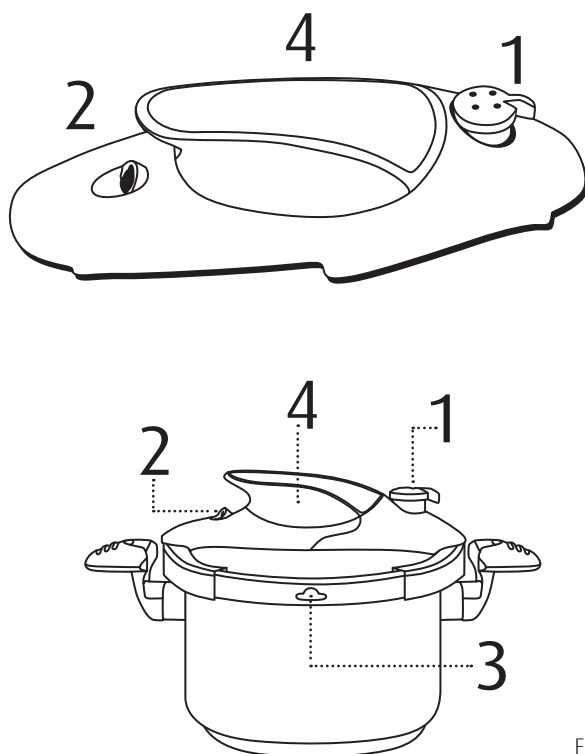

Fig. 6
Use nuestros productos para sentirse a gusto, los hemos diseñado y equipado con múltiples dispositivos de seguridad. (Fig. 6)
2. Esta olla tiene múltiples sistemas de seguridad que garantizan el funcionamiento seguro de la olla. (Fig.6)